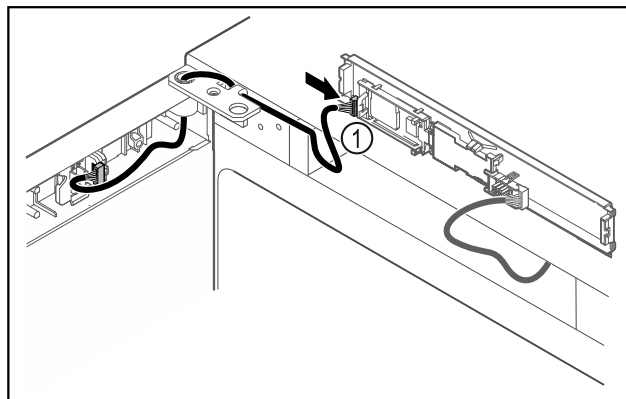

Fig. 43
- Lidhni spinën Fig. 43 (1) në qark.